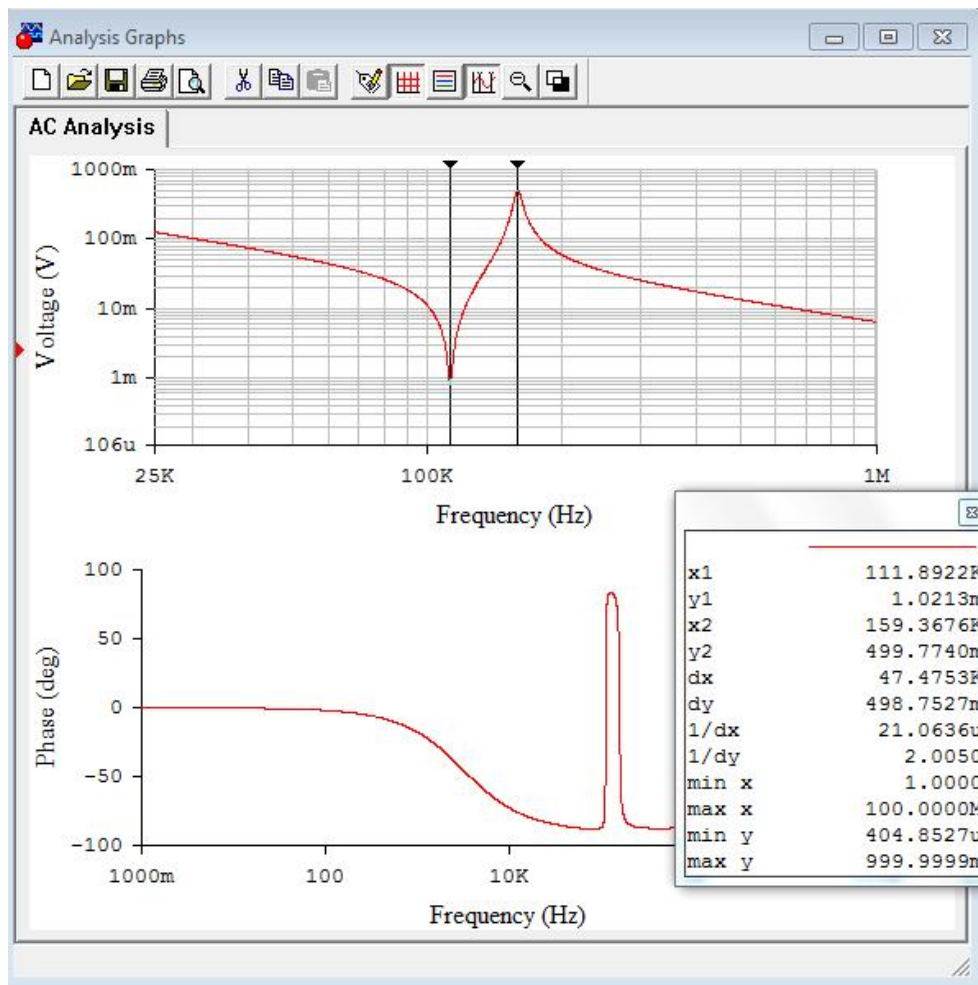

Рисунок 4.28 – Частотний діапазон різкої зміни АЧХ
2.2. Розглянути частотний діапазон різкої зміни АЧХ (рис. 4.28).